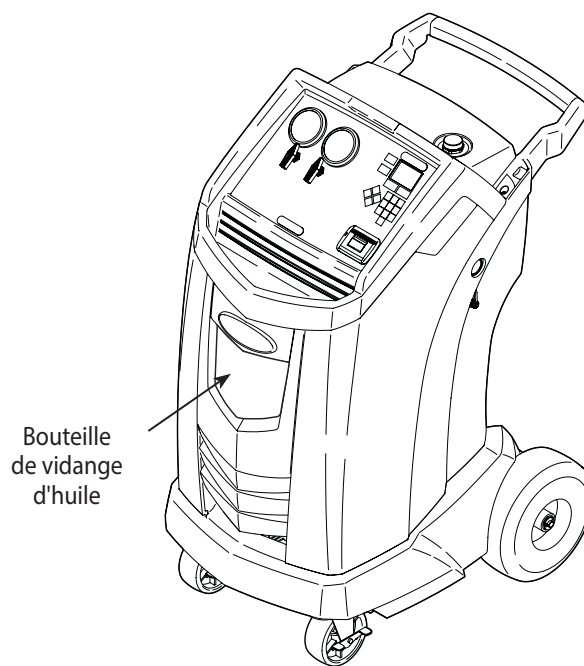

Figure 6
3. Retirez la bouteille de vidange d'huile (voir figure 6) de la station Robinair. Videz la bouteille d'huile et mettez l'huile usagée au rebut conformément à la réglementation en vigueur dans votre pays. Remettez la bouteille de vidange d'huile sur la machine.